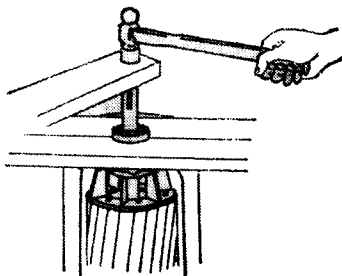

图 1-15 用圆筒、扁铁架起转子拆卸轴承
(3) 用扁铁架住拆卸 用两根扁铁架住轴承内圈,并把扁铁架起,使转子悬空,如图 1-15 所示。然后在轴端上垫铅块或铜块,用锤子敲打。用此法拆卸轴承时,扁铁应固定或有人扶住,以免敲打时移位。转子下面需垫上木板,或者用圆筒支撑扁铁,圆筒内放些柔软的东西,以防拆下轴承时摔坏转子。不能用锤直接敲打轴端面,不然会使轴变形。